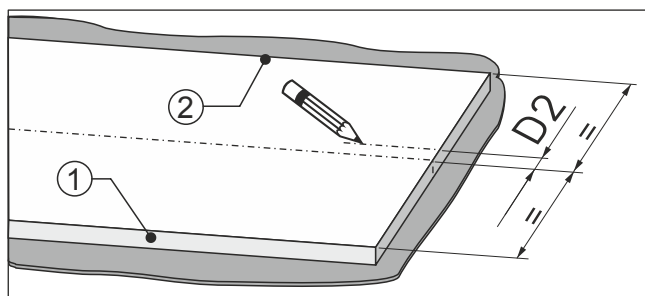

Fig. 96
- ▶ Zmierzyć wymiar Fig. 96 (D2) od środka frontu meblowego w stronę kierunku otwierania drzwi Fig. 96 (2).